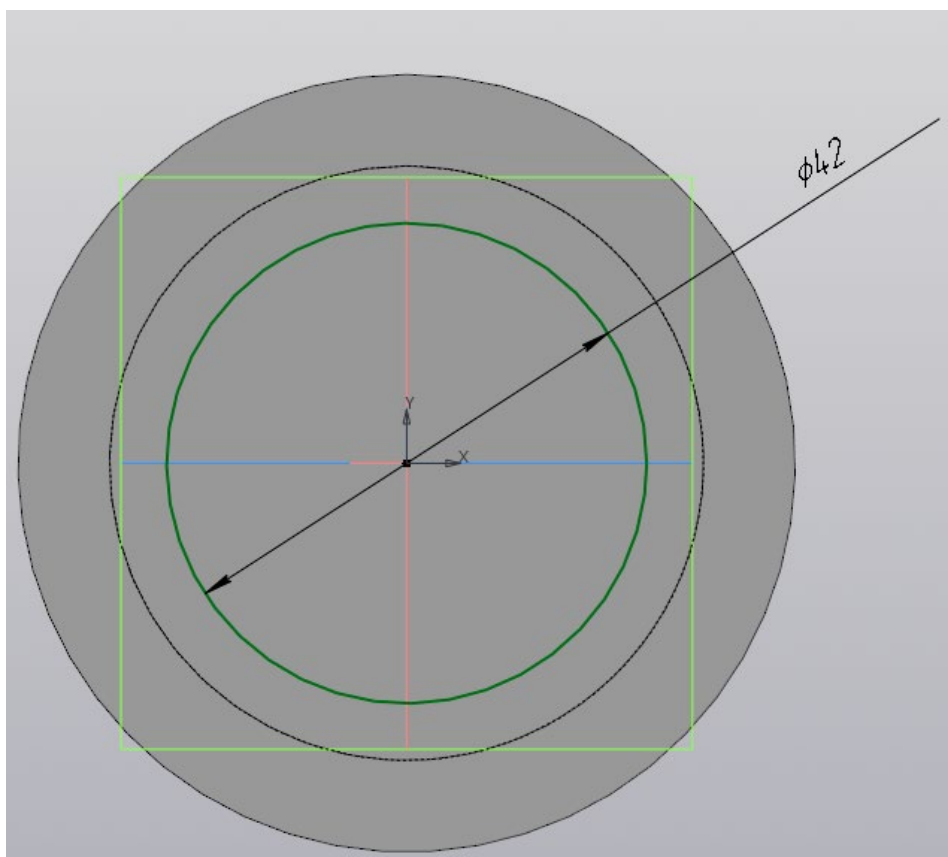
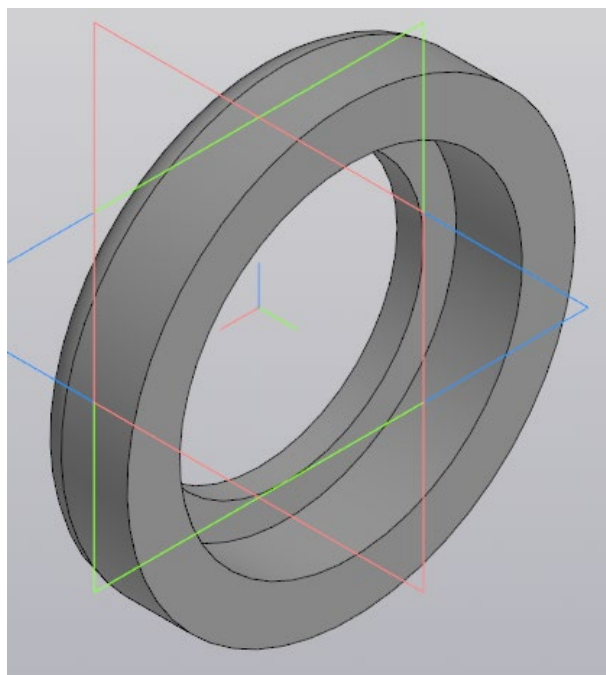

Рисунок 4 – Эскиз на внутренней поверхности крышки
Рисунок 5 – Сквозное отверстие в крышке
1.5 На внутренней плоскости крышки создайте второй эскиз и постройте окружность диаметром 42 мм (рис. 4). Вырежьте ее, используя команду «Вырезать выдавливанием» с применением способа «Через все» (рис. 5).